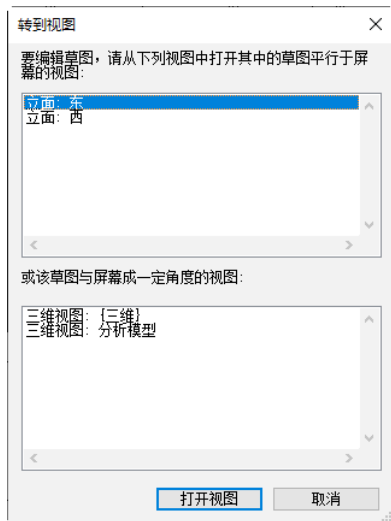
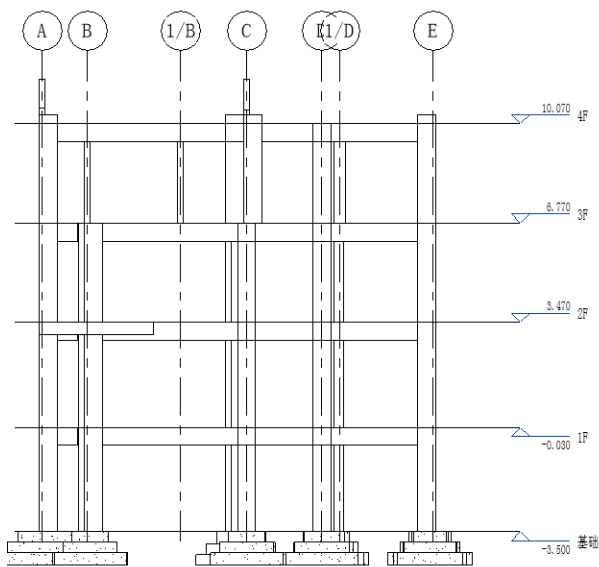

图 6-64 “转到视图”对话框
图 6-65 东立面视图
(8) 打开“转到视图”对话框, 选择“立面: 东”视图, 如图 6-64 所示, 单击“打开视图”按钮, 将视图转换到东立面视图的轴线 5 截面, 如图 6-65 所示。